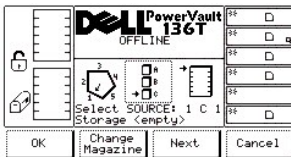

図 13. Status > Library > Slot > Change Magazine ダイアログ
- 1 **Next** ソフトキーの下にあるボタンを選択すると、現在のソースパラメータはコラムからマガジンに変わり、マガジン変更ダイアログが表示されます。図 13を参照してください。